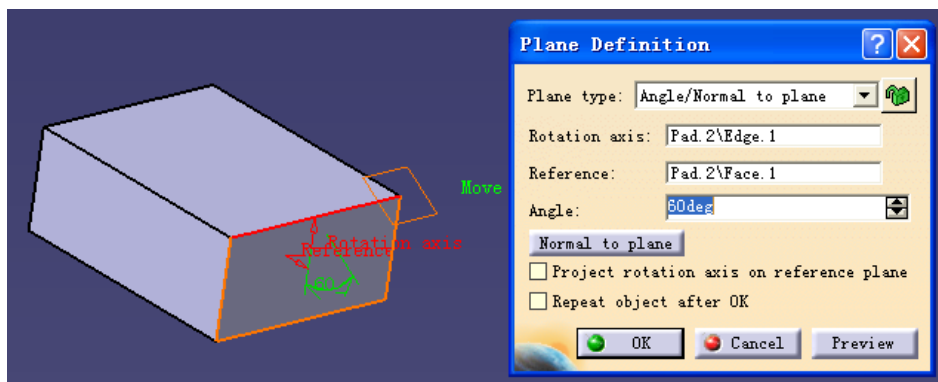

图 3-67
(2) Plan type 中选择 Angle to Plane, Rotation axis 选边线, Reference 选一面, Angle 设为 60° (见图 3-67)。